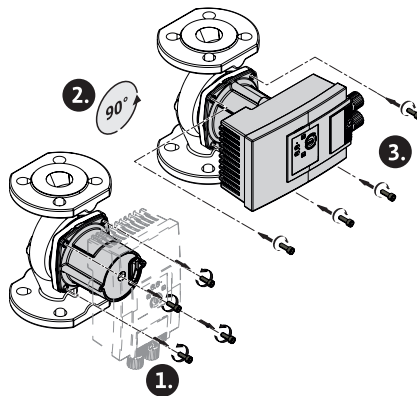

Fig. 15: Allineamento del motore
2. Rimuovere la testa del motore e ruotare con cura → Fig. 15.